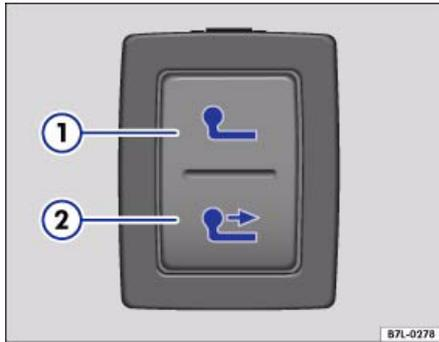

Abb. 38 Im Gepäckraum: Wipptaster zum Schwenken des Kugelpopfes
Der **Wipptaster** ⇒ Abb. 38 zum Schwenken des Kugelpopfes befindet sich im Gepäckraum auf der linken Seite in Höhe des Heckfensters.
- Tippen Sie den Wipptaster ⇒ Abb. 38  kurz an. Der Kugelpopf schwenkt in die „Betriebsstellung“.